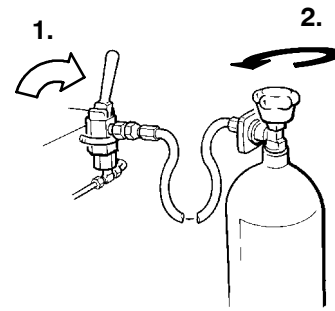
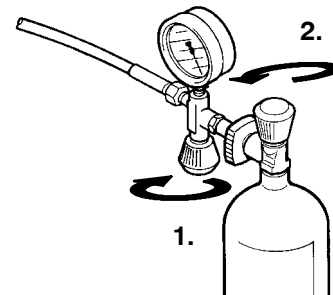

Abb. 22 Abnehmen der Druckluftflaschen
Abb. 23 Abnehmen der Druckluftflaschen
- zuerst Füllventil öffnen. Abb. 22 u. Abb. 23